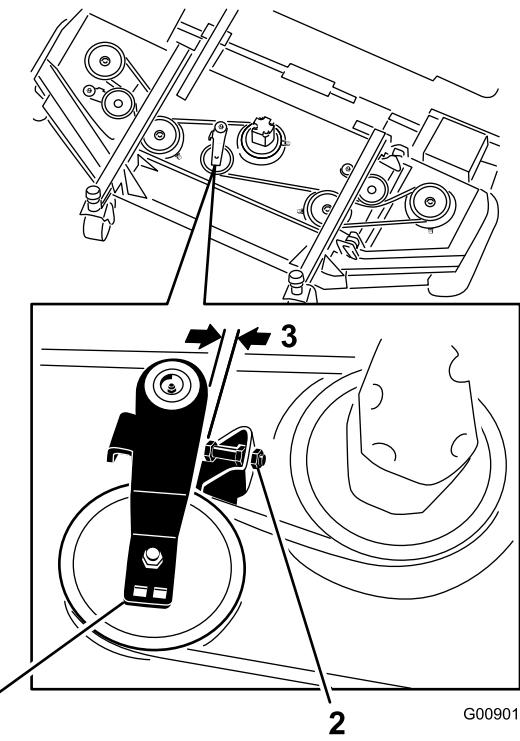

図 81
2. 前デッキで、アイドラプーリのストップねじのジャムナットをゆるめ、ストップねじをブレケットまで進める (図 81)。
3. ラチェットレンチのようなものを使って、アイドラプーリ (図 81) を駆動ベルトから離してベルトの張りをなくし、デッキプーリからベルトを外す。